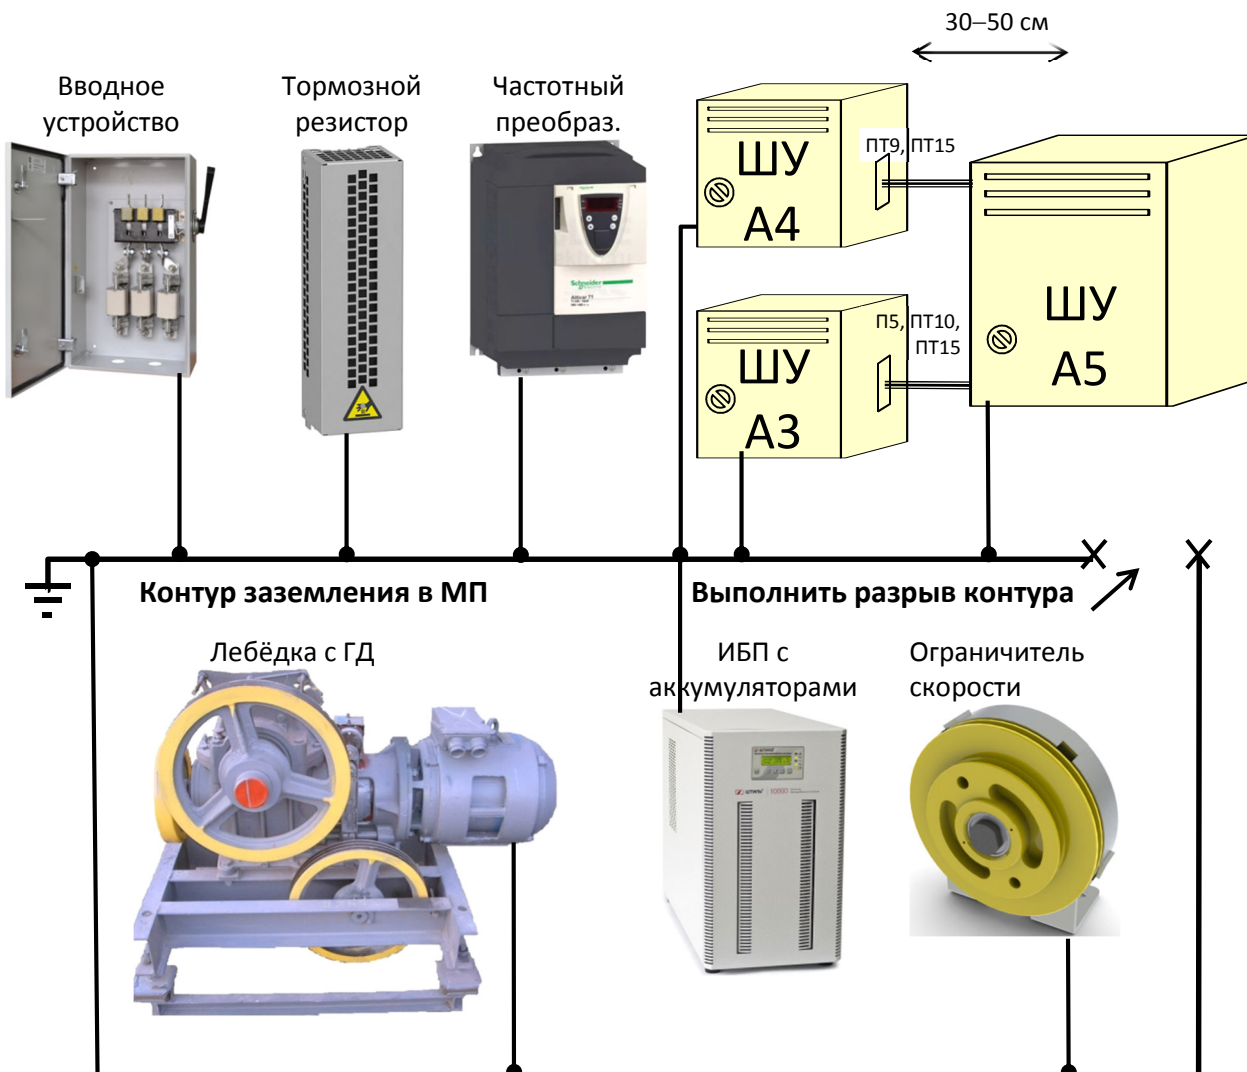

Рисунок 1 Рекомендуемое расположение узлов в МП
Для уменьшения влияния помех на электронные модули и узлы **СУЛ** рекомендуется располагать узлы **СУЛ** в **МП** в последовательности указанной на **Рисунок 1**
При расположении вводного устройства справа, размещение тормозного резистора, **ПЧ**, **ШУ А4**, **ШУ А5** должно быть сохранено в соответствии с **Рисунок 1**
- Выполнить монтаж ПЧ слева от ШУ А4, см. Рисунок 1